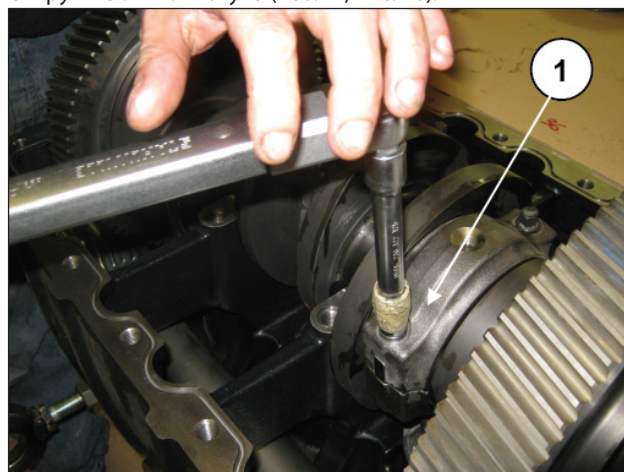

Рис. 28
Открутите винты шатуна (поз. ①, Рис. 28).